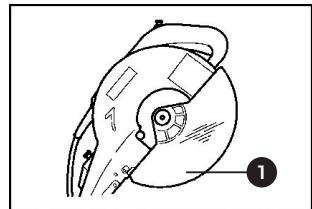

рис. 4
- При опускании пилы, защита пильного диска (1) поднимается автоматически, когда пиление будет окончено, возвратная пружина вернет защитный кожух в исходное положение (рисунок 4).